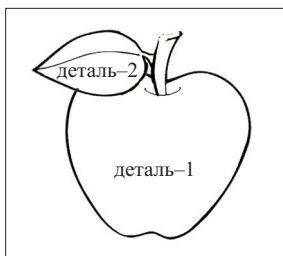

Рис. 3. Эскиз для аппликации
1. Переведите рисунок для аппликации (рис. 3) на прозрачную бумагу остро заточенным простым карандашом.